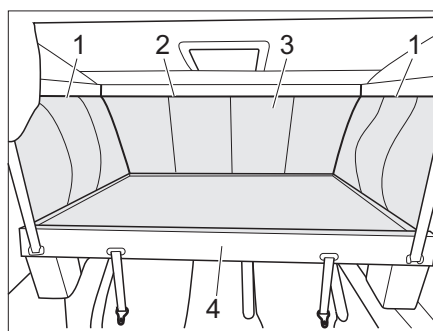

Fig. 83 Accesso alla cassetta della tenda a rullo
- Abbassare il letto basculante (Fig. 83,4) (vedi capitolo 7.16.3).
- Per sbloccare il sacco del letto basculante (Fig. 83,3), aprire le cerniere laterali (Fig. 83,1) nell'area superiore da davanti a dietro e nell'area anteriore (Fig. 83,2).
- Togliere il sacco del letto basculante (Fig. 83,3) (fissaggio con velcro).